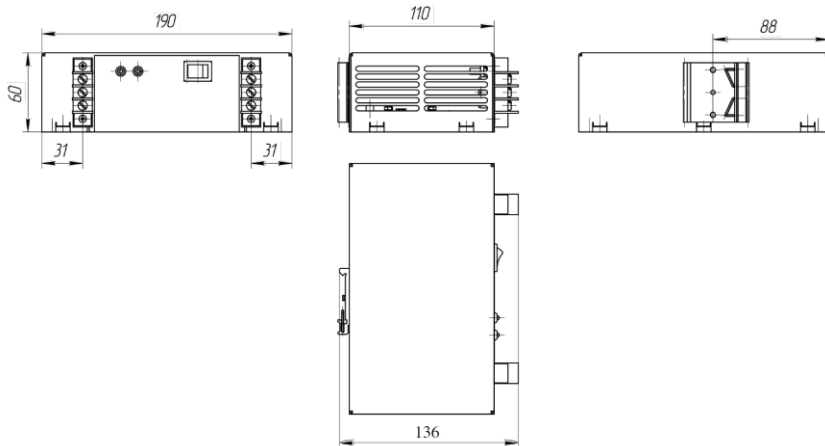

Рис.1 – Габаритный чертеж устройства ПН4-XXX-XX DIN
7.3 Внешний вид и габаритные размеры преобразователя указаны на Рис.1.